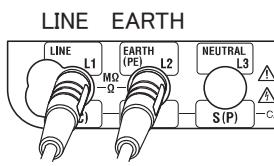

Fig. 11-9
- (1) 電源スイッチを押し、本製品の電源を入れます。ロータリースイッチを回して、接地抵抗ファンクションの位置にセットします。
- (2) F1スイッチを押して、活線Eチェックを選択します。
- (3) 下図のように測定コードを本体と接続します。 (Fig. 11-9)